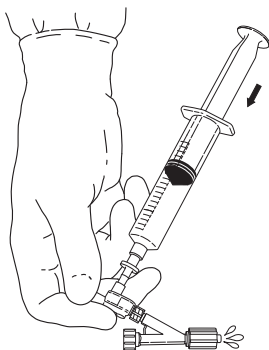

図3
5. 残った空気は親指を注入ポートに当てて追い出すことができます。ゆっくりフラッシュして、デュアルチェックバルブと Tuohy-Borstアダプターから残りの気泡を追い出します。**(図3)**